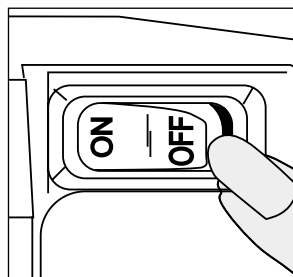

Figure 2
3. S'assurer que l'interrupteur principal est dans la position d'arrêt (Off) **Figure 2**. Débarrasser le cordon d'alimentation et le brancher dans une prise de courant murale appropriée (se reporter aux *Spécifications*). Brancher les modèles 5650H et 4650D dans une prise munie de fil de terre (se reporter aux *Instructions de mise à la terre*, au verso).